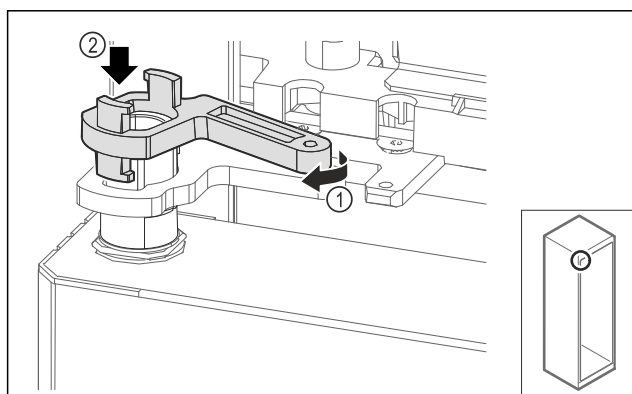

Fig. 70
- Drei låsen til lagerbukken lett Fig. 70 (1) og sett den på bøsningen Fig. 70 (2).